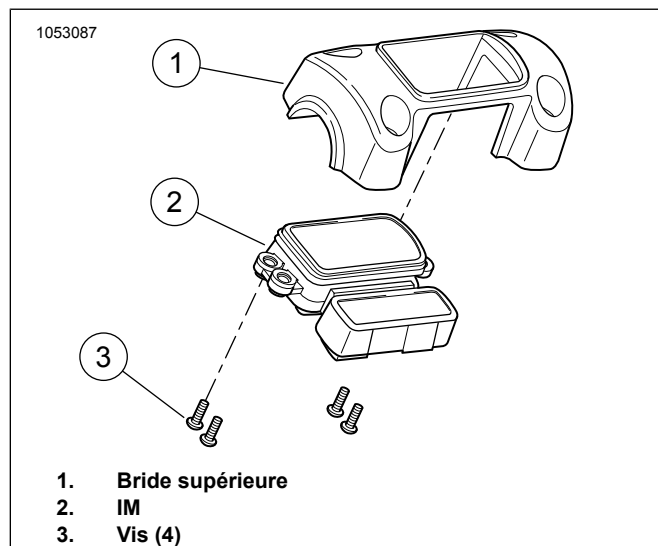

Figure 2. IM : FXBB, FXBR, FXBR5
1. Voir la figure 2. Enlever Module d'instrument (IM) (2).
- a. Enlever et jeter les vis OEM (3).
- b. Déposer IM de la bride supérieure (1).